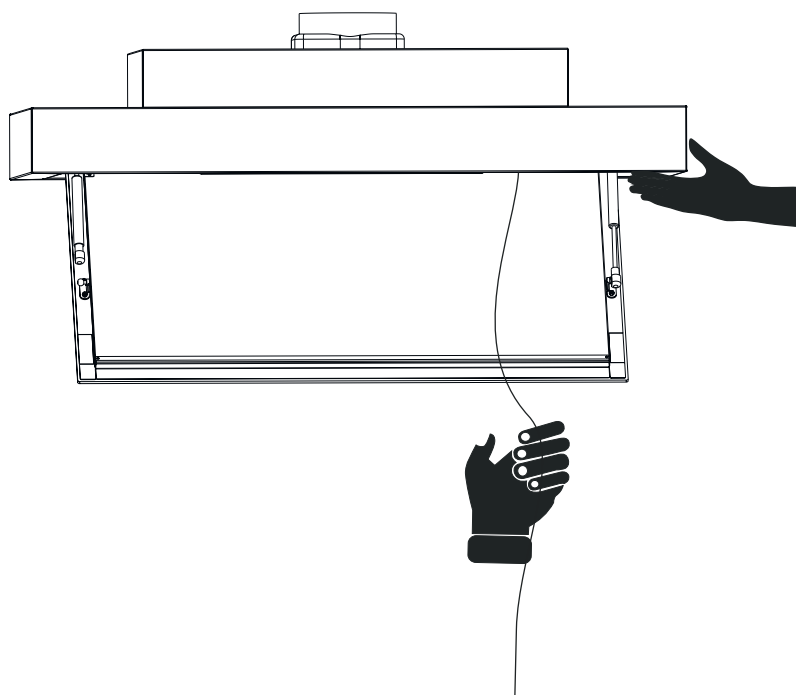

Fig. 14
10. ► För att hissa upp fläkten med stålvejarna; lyft den med en hand på kortsidan och dra i stålvejarna, en efter en. Gör detta växelvis på fläktens kortsidor. Varje gång man drar i stålvejarna låser säkerhetslåset dem (Fig. 14)
När fläkten har hissats upp till taket och det inte går att dra mer i stålvejarna ska dessa rullas ihop och placeras i förvaringsutrymmet. Observera: när stålvejarna placeras i förvaringsutrymmet måste den böjbara metallen böjas så att stålvejarna inte faller ut (Fig. 14).